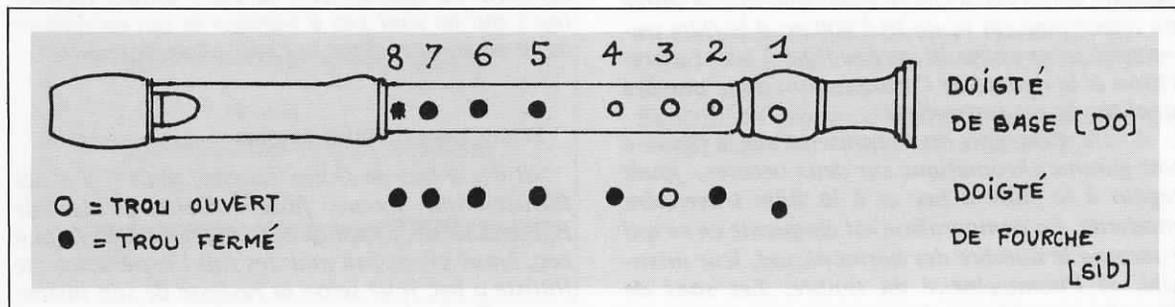

Fig 5 - Doigté de fourche
3) Pour produire avec 8 trous les 15 sons chromatiques de l'intervalle de 9ème il faut utiliser des doigtés de fourche. On entend par ce terme le fait de reboucher des trous inférieurs à 1 ou 2 trous laissés ouverts, comme la figure 5 le fait comprendre. Leur emploi est une des difficultés du jeu de l'instrument, particulièrement dans les